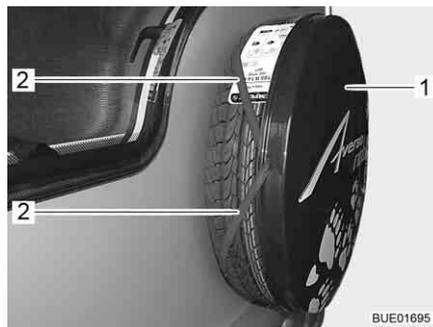

Fig. 232 Plaque de recouvrement
- Enlever la plaque de recouvrement (Fig. 232,1). Retirer pour ce faire les élastiques (Fig. 232,2) de sur le pneu.